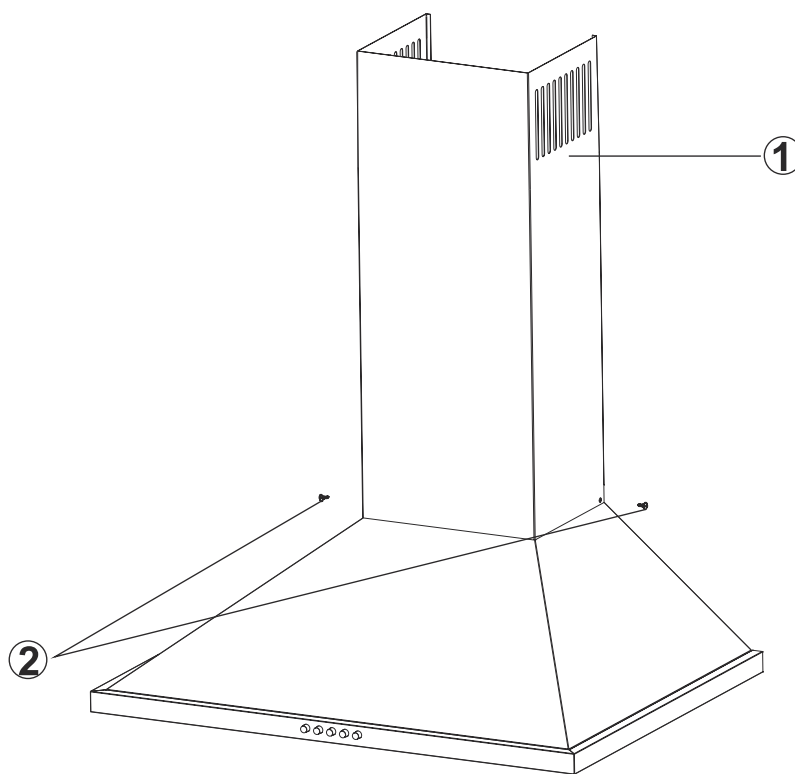

Fig. 11: CONJUNTO DAS CONDUTAS DE CHAPA
- Fixar a placa da chapa (1) na estrutura do exaustor com 2 parafusos (2).(Fig. 11)